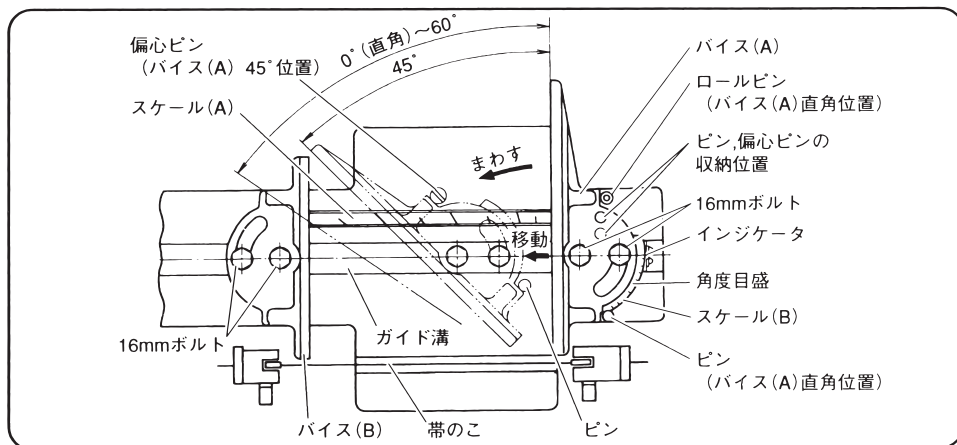

図 18
- 45° 角度切り以外の場合、ピンはバイス(A)の収納位置に(図 18 参照)に収納してください。
(図18)
バイス(A)45° 位置に偏心ピンをさし込み、偏心ピンとピンにバイス(A)を押しつけます。角度の微調整は、偏心ピンを⊖ドライバーで、左または右方向にまわしてください。(図18)